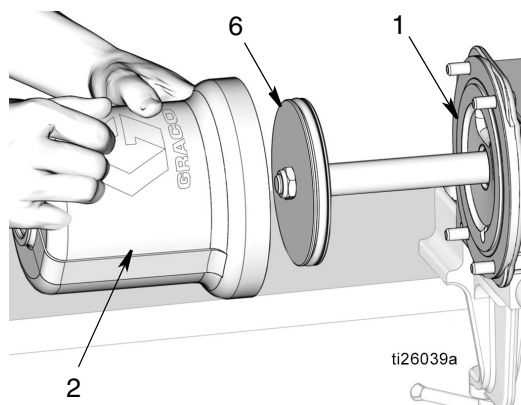

Рис. 54
- a. Используйте чистую салфетку для обтирания внутренних поверхностей пневматического цилиндра (2) и удаления любой грязи или загрязняющих веществ.
- b. Нанесите тонкий слой консистентной смазки на внутренние поверхности пневматического цилиндра (2). Надвиньте пневматический цилиндр (2) поверх поршня (6), и вталкивайте его на всю длину хода вниз до тех пор, пока он не будет плотно посажен на основание насоса (1). См. Рис. 54.